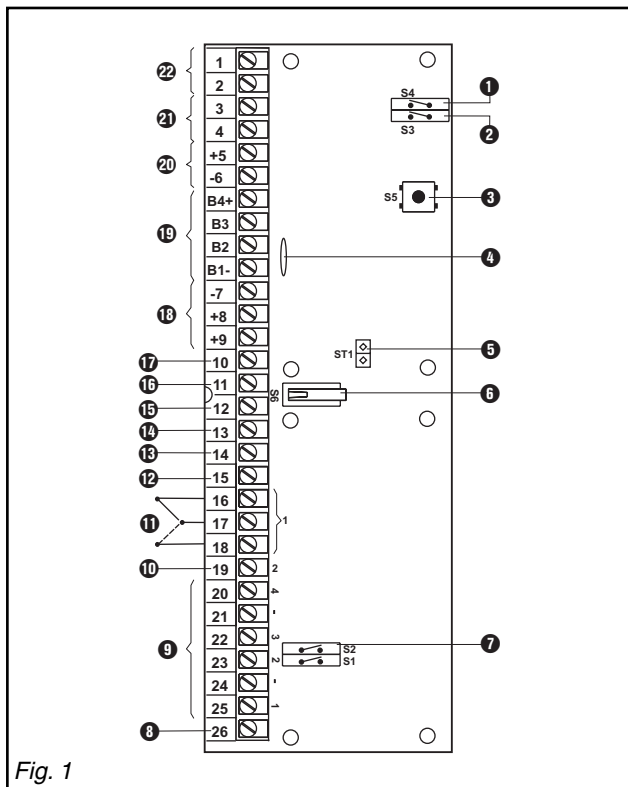

Fig. 1
3.1 Composants du produit (fig. 1)
- ① Commutateur pour la fonction «Auto shunt»
- ② Commutateur pour le type de lecteur
- ③ Bouton d'adressage
- ④ Thermofusible 12 V; 650 mA
- ⑤ Connecteur pour le contact externe d'autosurveillance
- ⑥ Contact d'autosurveillance
- ⑦ Commutateur pour la programmation des entrées d'alarme de bris de verre
- ⑧ Entrée Stand alone
Le connecteur d'autosurveillance (fig. 1; 5) doit, soit être relié à un contact d'autosurveillance externe, soit être mis en court-circuit.
En mode Autonome, une carte valable (code site) lue par le lecteur 1 (fig. 1; 2) active la sortie de relais 1 (fig. 1; 1) directement pour une durée de 5 secondes.
En mode auto-shunt, l'activation de la sortie 1 (fig. 1; 1) inhibe l'entrée 1 (fig. 1; 9). Le temps d'inhibition est au maximum de 40 s; l'entrée 1 est restaurée au bout de cette durée.
Si l'entrée 1 n'est pas revenue au repos au bout de 30 s, la sortie buzzer (fig. 1; 15) est activée.
La sortie Collecteur Ouvert «Fonction Auto-Shunt» (fig. 1; 12) est activée tant que l'entrée 1 est inhibée.